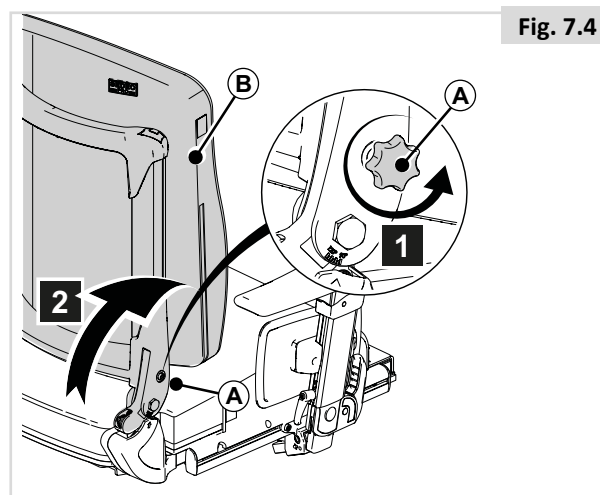

Fig. 7.4
7.3 Rilascio rapido per ripiegare lo schienale verso il basso (Fig. 7.4)